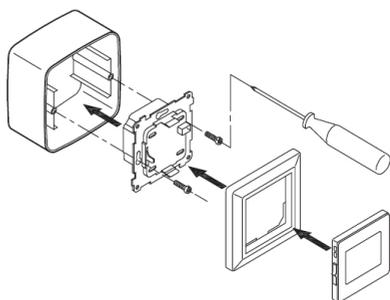

Рисунок 6
1. Установите термостат в стенную розетку. (Рис. 6).